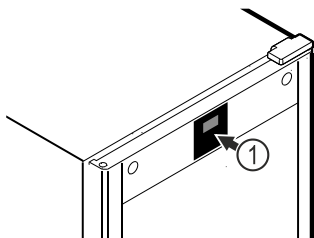

Fig. 52 Reprezentare exemplificativă
Termometrul este deja calibrat din fabricație (offset de +6 Kelvin). Dacă temperatura interioară diferă de indicația temperaturii Fig. 52 (1), puteți calibra termometrul.